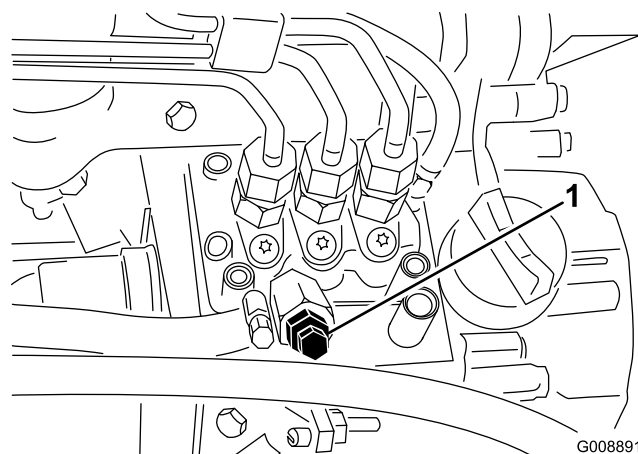

Figura 34
3. Desaperte o parafuso de purga que se encontra na bomba de injeção de combustível (Figura 34).